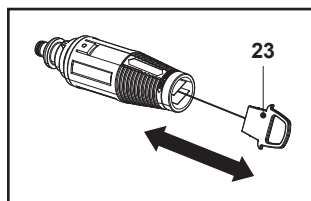

Fig. 20
2. Éliminer les dépôts de saleté de l'orifice de la buse à l'aide d'une aiguille (23) (Fig. 20).